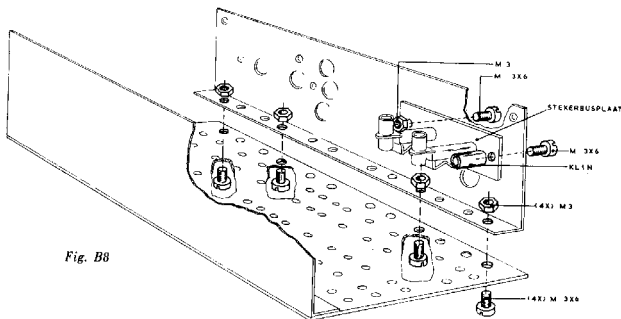

Fig. B8
16. Bevestig de stekerbuisplaat op de tweede metalen montageplaat (fig. B8). Hiervoor gebruik je een kort boutje met moer aan de ene zijde en een kort boutje met klem KL 1 N aan de andere zijde.
17. Maak daarna met vier korte boutjes en bijbehorende moeren deze tweede metalen montageplaat vast aan de bruine isolatieplaat (fig. B8).